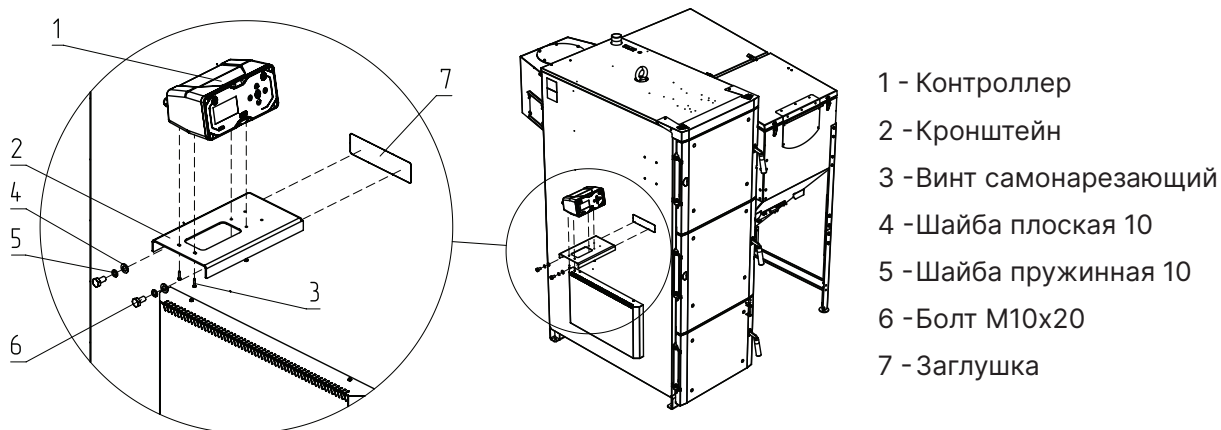

Рис.14 Монтаж контроллера для котлов от 80 кВт
1. Удалите заглушку (Рис.14, поз.7);
2. Установите кронштейн с помощью крепежного комплекта (Рис.14, поз.4, 5, 6) на втулки с резьбой;
3. Установите контроллер (Рис.14, поз.1) на кронштейн и закрепите его с помощью винтов (Рис.14, поз.3);